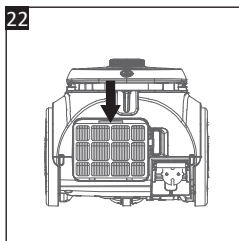

Fig. 22
3. Apăsați în jos clema din partea de sus a filtrului de evacuare a aerului (23) pentru a-l scoate din aspirator (Fig. 22).